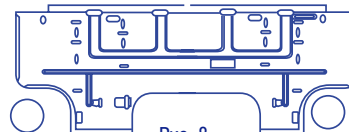

Рис. 8
Панель крепится к стене после выполнения отверстия. 2) Наметьте место для отверстия с учетом расположения блоков кондиционера. Рекомендуется выполнять отверстие для прокладки трубопроводов и кабелей справа снизу монтажной пластины (см. рис. 8).
2) Прикрепите монтажную пластину к стене, используя винты, входящие в комплект поставки (рис. 8). Убедитесь, что монтажная пластинка надежно закреплена.